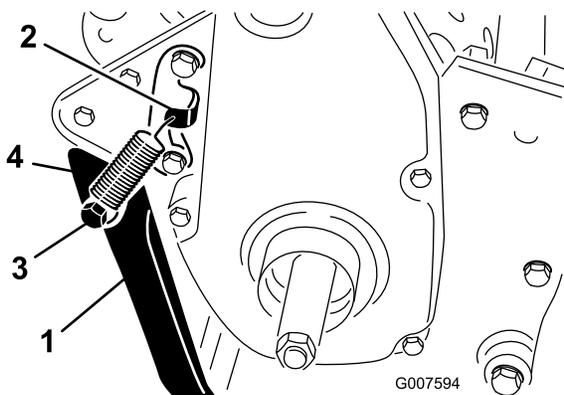

Рисунок 6
- Зацепите пружину за отверстие в кронштейне пружины и за пружинодержатель, совместив откидную ножку с монтажными отверстиями в задней части рамы (Рисунок 6).
- Прикрепите откидную ножку к обеим сторонам рамы с помощью болта, стопорной шайбы, проставки, плоской шайбы и контргайки (Рисунок 6). Поместите проставку в монтажное отверстие откидной ножки.